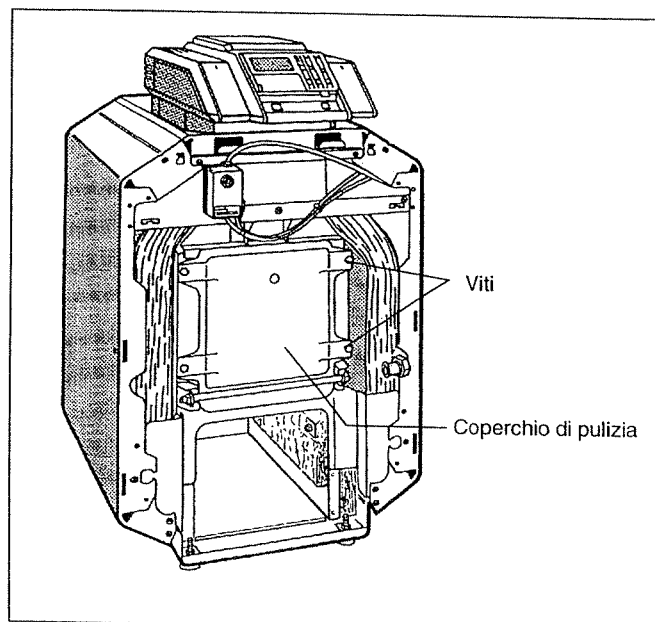

Fig. 38: Coperchio di pulizia
- Svitare il coperchio di pulizia (Fig. 38).